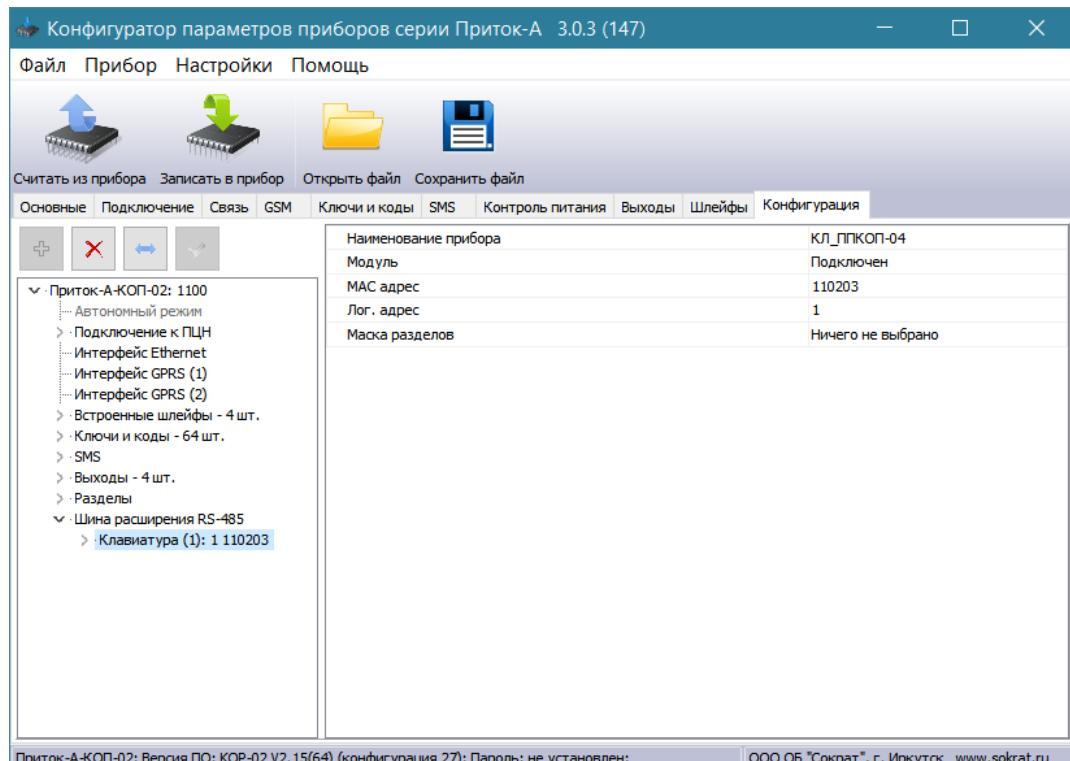

Рисунок 8 – Вкладка «Параметры»
10. Выделить курсором добавленную «Клавиатуру» и в появившемся окне «Параметры» (см. Рисунок 8) заполните следующие поля: